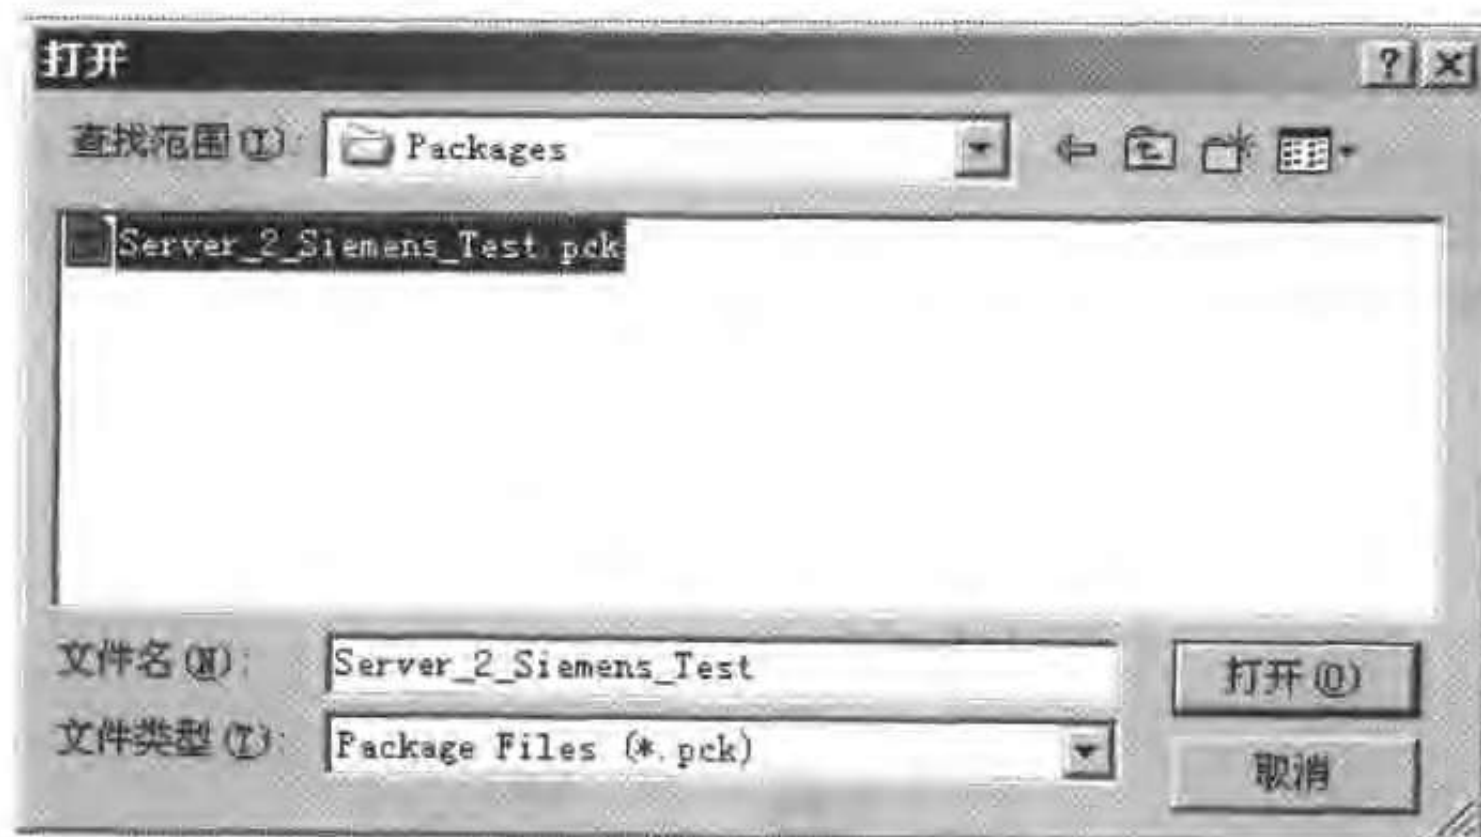

图 12-12 服务器数据包路径
- 选择要导入的数据包,并单击“确定”按钮。通常,服务器数据包将以名称“<项目名称_计算机名称>*.pck”存储在目录“...\\<服务器项目名称>\<计算机名称>\程序包\”中,如图 12-12 所示。然而,也可以访问存储在任何数据介质中的数据包。